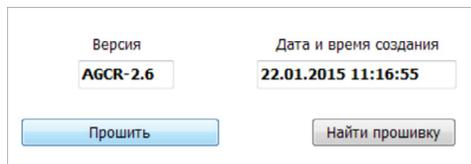

Рис.9. Чтение прошивки и загрузка прошивки в устройство.
- После загрузки файла прошивки пользователю станет доступной кнопка «Прошить» и появится информация о прошивке: версия, дата и время создания файла (Рис.9).